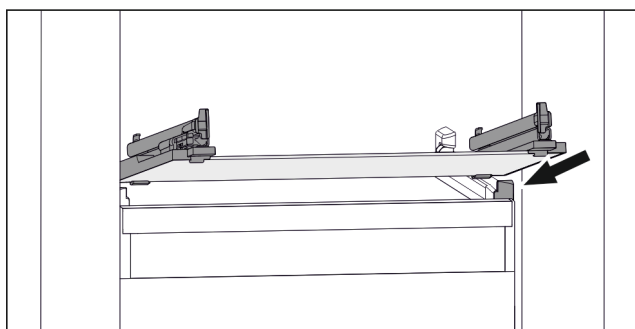

Fig. 47 Eksempel på fremstilling av glassplaten
- Sett glassplaten på skrå bak stopperne. (se Fig. 47)